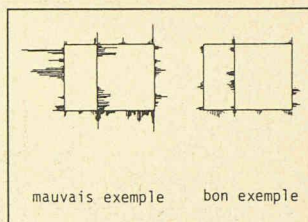

Fig. 2. — Répartition relative de la vitesse de l'air pour 100 Pa de surpression ($\rightarrow 0,2$ m/s).
8. Perméabilité des joints jusqu'à groupe de sollicitations C (tableau SZFF 202). Cette exigence est facile à satisfaire avec des fenêtres en plastique. Il est plus intéressant de procéder à un contrôle des points non étanches localisés le long des feuillures de fenêtres à deux vantaux (fig. 2).